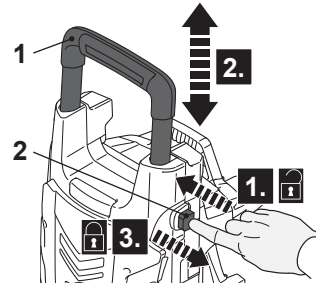

Fig. 13
- > Apăsăți butonul de blocare (2) pentru a debloca mânerul de transport (1) (Fig. 13, pasul 1).
- > Mutați mânerul de transport (1) în poziția dorită (poziția înaltă / joasă) (pasul 2).